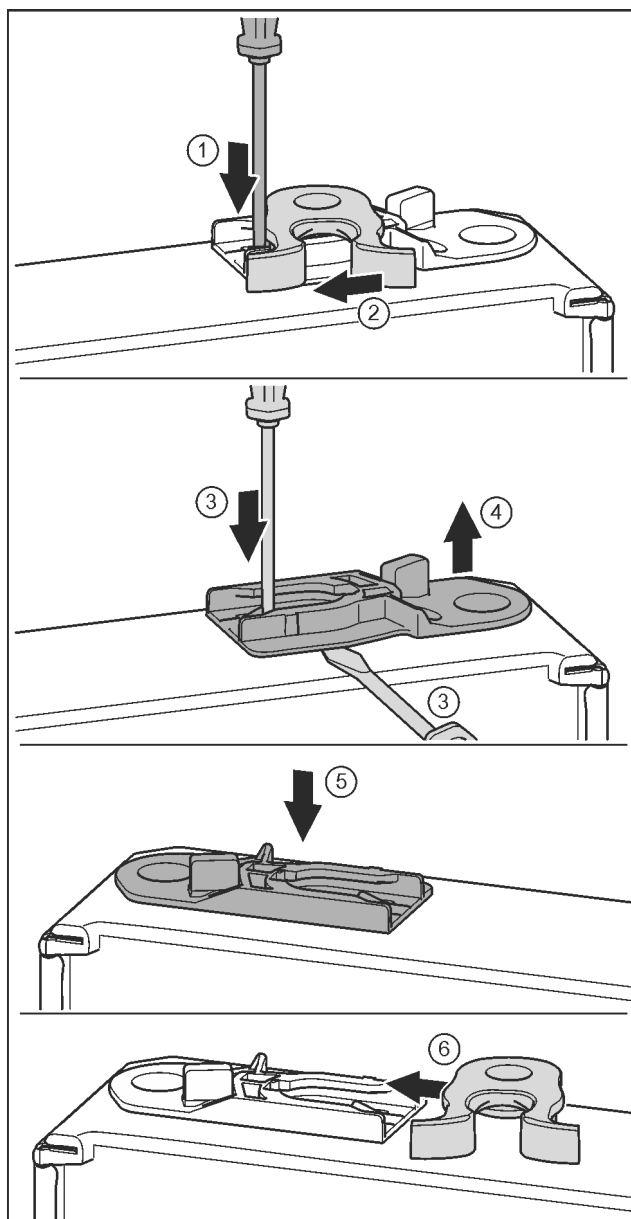

Fig. 20
- ▶ La parte inferiore della porta indica verso l'alto: ruotare la porta. Fig. 20 (1)
- ▶ Con un cacciavite spingere la linguetta verso il basso. Fig. 20 (2)
- ▶ Estrarre il gancio di chiusura dalla guida. Fig. 20 (3)
- ▶ Estrarre la bussola di guida: con un cacciavite spingere la linguetta e contemporaneamente con un cacciavite sposterla sotto la bussola di guida. Fig. 20 (3, 4)
- ▶ Inserire sull'altro lato dell'apparecchio la bussola di guida fornita in dotazione. Fig. 20 (5)
- ▶ Spingere il gancio di chiusura nella guida. Fig. 20 (6)